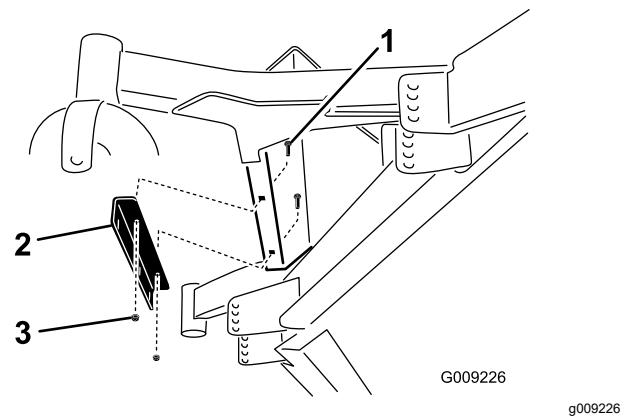

Figura 35
4. Instale el soporte de los contrapesos debajo del reposapiés con 2 pernos de cuello cuadrado (5/16" x 3/4") y 2 tuercas con arandela prensada (5/16"), según se muestra en Figura 35.